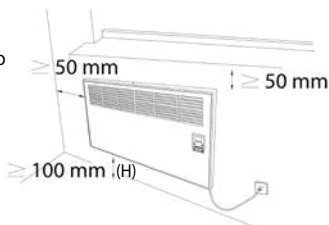

Figura 6. Espaços mínimos necessários para o funcionamento eficiente do dispositivo
- Para a função eficiente do dispositivo, as dimensões mínimas na parte inferior, superior e lateral devem ser observadas. (Figura 6)